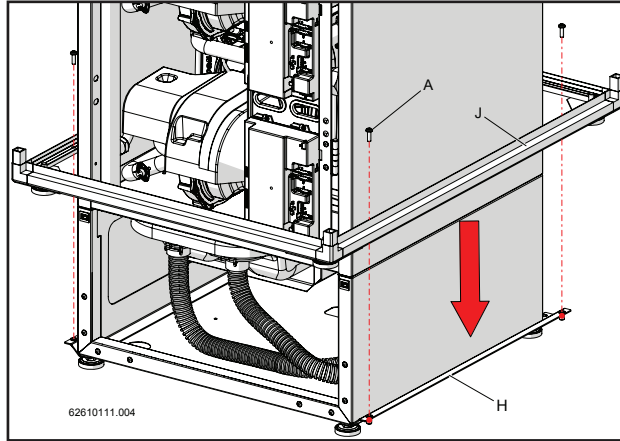
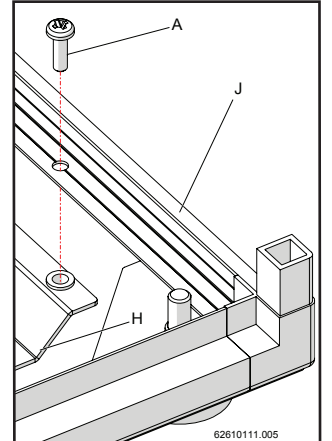

Figure 13-36
Figure 13-37
- 3.- Insérer le châssis inférieur « J » (figure 13-36) et le fixer à l'étrier « H » avec les vis spécifiques « A » au niveau des trous présents (figure 13-37).